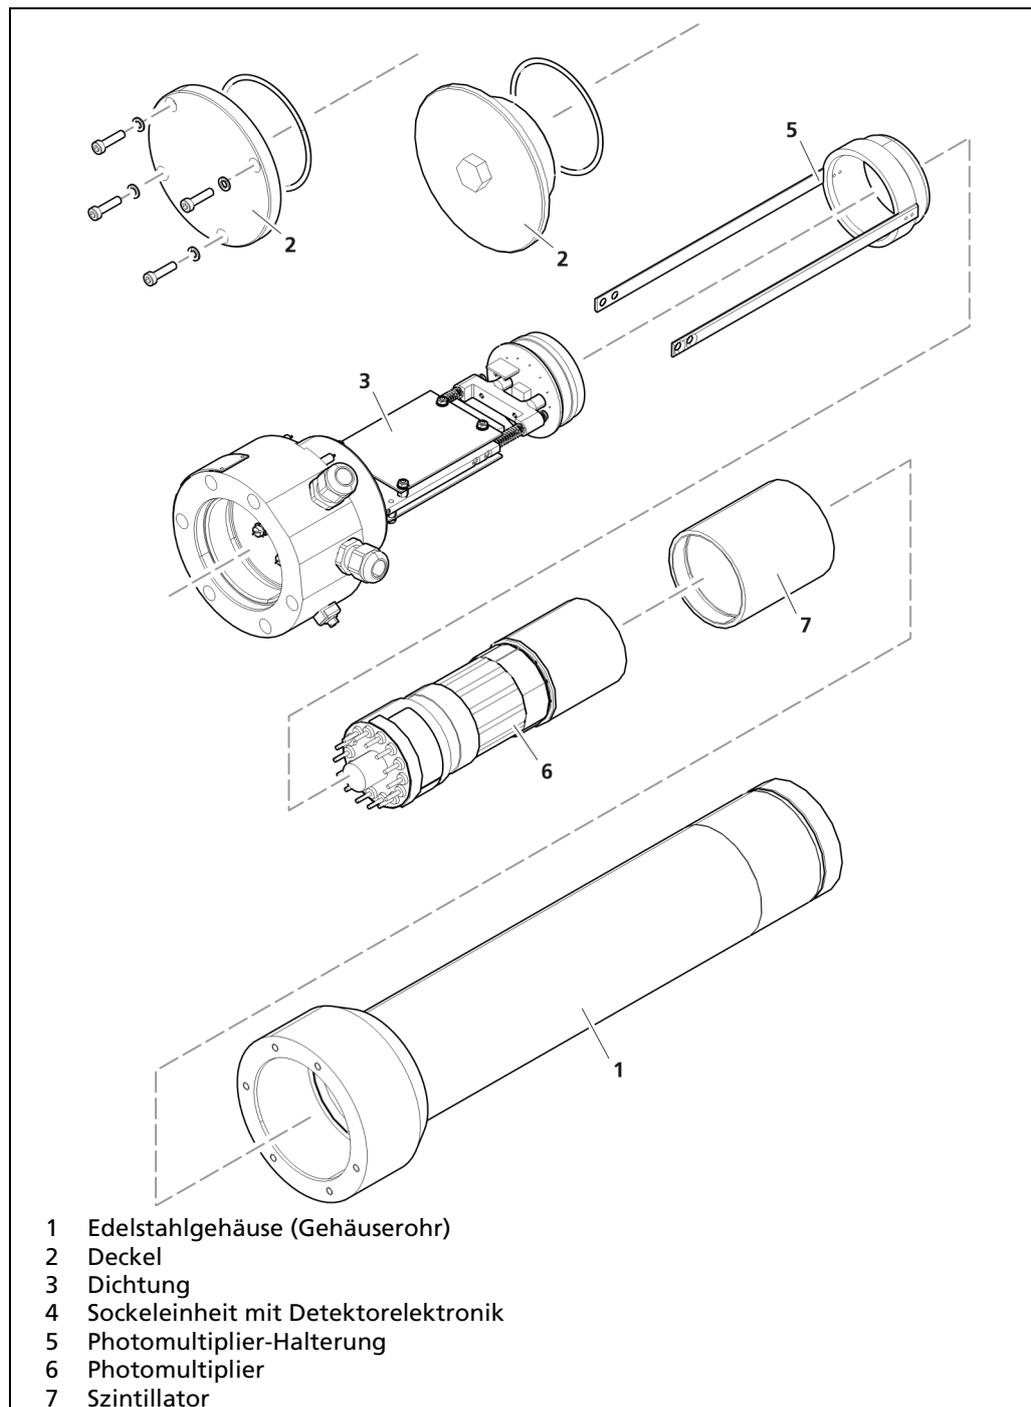

Abb. 55 Detektor-Elektronik ausbauen
3. Nehmen Sie den Gehäusedeckel (Abb. 55, Pos. 2) ab.
6. Demontieren Sie die Halterung (Abb. 55, Pos.7) mit der Szintillator-Multiplier-Kombination von der Elektronik, indem Sie die vier Kreuzschlitzschrauben seitlich an der Halterung lösen.